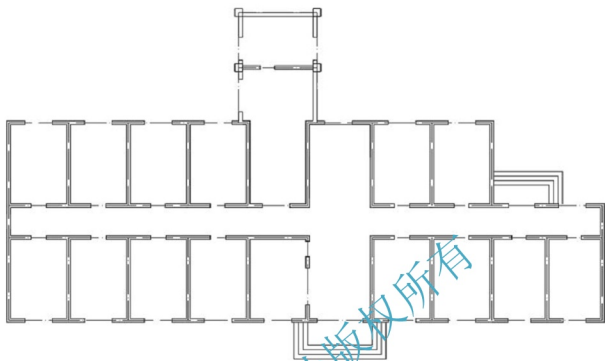

图 6.2 修改后的宿舍楼平面图
- (2) 将图形文件内除【墙】、【室外】和【轴线】外的其他图层冻结。
- (3) 执行菜单栏中的【编辑】|【复制】命令,在选择对象:提示下,输入“ALL”后按 Enter 键,再次按 Enter 键结束命令。
- (4) 执行菜单栏中的【窗口】|【宿舍楼三维模型】命令,将“宿舍楼三维模型”图形文件切换为当前文件,然后执行菜单栏中的【编辑】|【粘贴】命令(组合键 Ctrl+V),在指定插入点:提示下,单击屏幕上任意一点作为图形的插入点。
- (5) 双击滚轮执行【范围缩放】命令。
- (6) 删除散水后将【室外】图层关闭,并把【阳台】图层设为当前层,画出阳台平面轮廓,结果如图 6.2 所示。
- (1) 打开图 6.2 所示的图形文件, 并设定【勒脚】图层为当前层, 关闭【阳台】和【室外】图层。